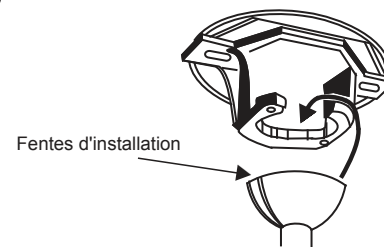

Fig. 10
**Étape 9.** Soulevez le moteur en position et placez la boule de suspension dans le support de montage au plafond. Tournez l'ensemble jusqu'à ce que *Check Tab* (languette de contrôle) se trouve dans *Registration Slot* (Fente d'installation) et qu'il soit fermement logé (Fig. 10). Le moteur entier ne doit pas tourner (à gauche ou à droite) lorsque l'installation est bien logée.